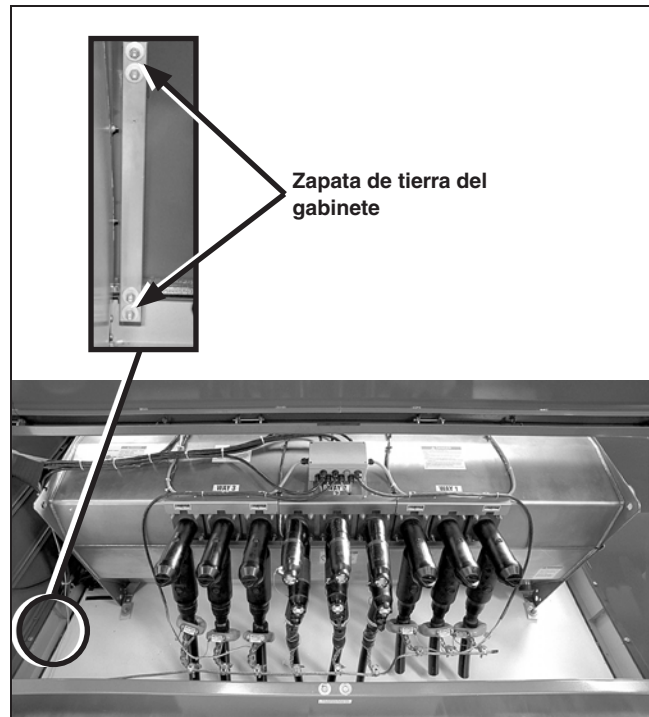
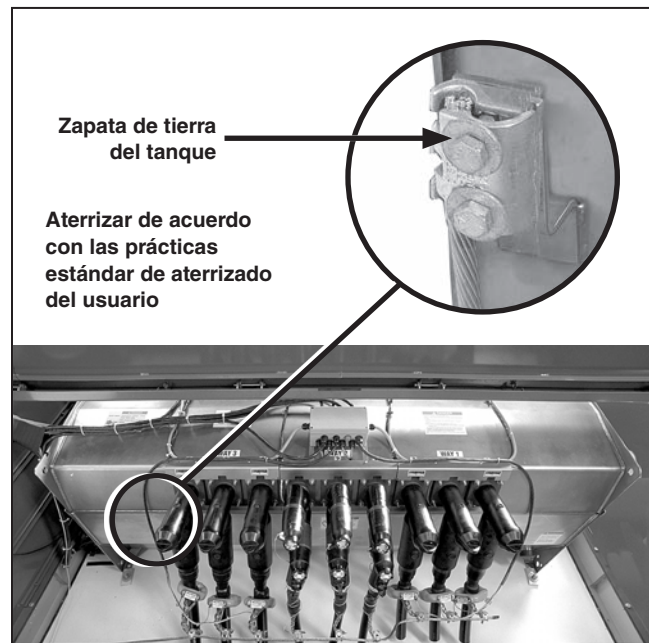
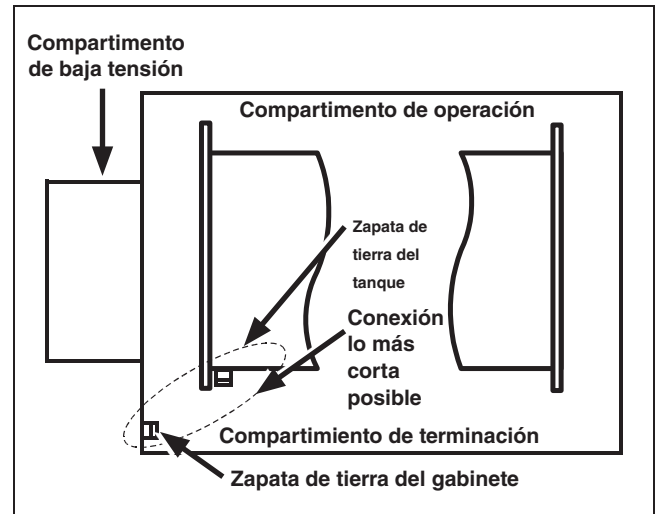

Figura 17. Orientación de la zapata de tierra del gabinete montado en pedestal.
Figura 18. Uso de la zapata de tierra del gabinete montado en pedestal.
Figura 19. Las zapatas de puesta a tierra del tanque y el gabinete.
PASO 2. Conecte la zapata de tierra del tanque y la zapata de tierra dentro del gabinete al sistema de tierra de la instalación de acuerdo con las prácticas estándar de aterrizado del usuario. Conéctese con la conexión lo más corta posible. Ver Figura 17, Figura 18, y Figura 19 en la página 17.